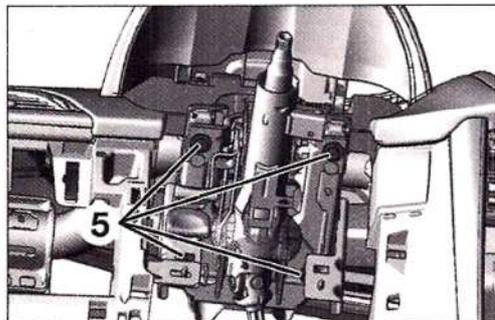

FIG. 5
- Desmontar los tornillos de fijación (5) y la columna de dirección (Fig.5).